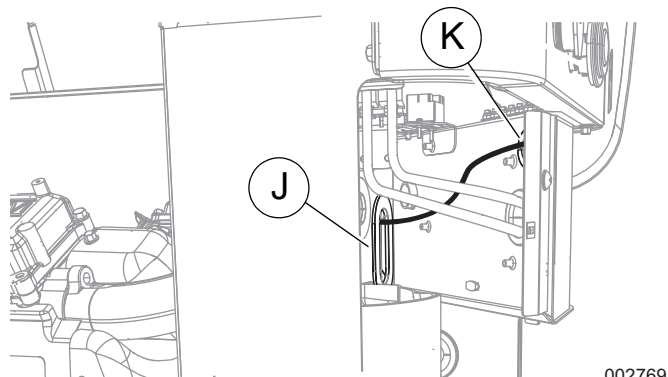

Figure 11. Acheminement des fils au branchement du client (modèles de 11 à 22 kW)
6. Faites passer les fils dans l'œillet de faisceau (J) de la cloison du moteur.
7. Voir la **Figure 11**. À partir de l'enceinte d'entrée d'air, faites passer les fils dans l'œillet du panneau de branchements du client (K). Fixez tous les fils avec des fils d'attache en plastique à au moins 1 cm (0,5 po) des tuyaux de carburant.